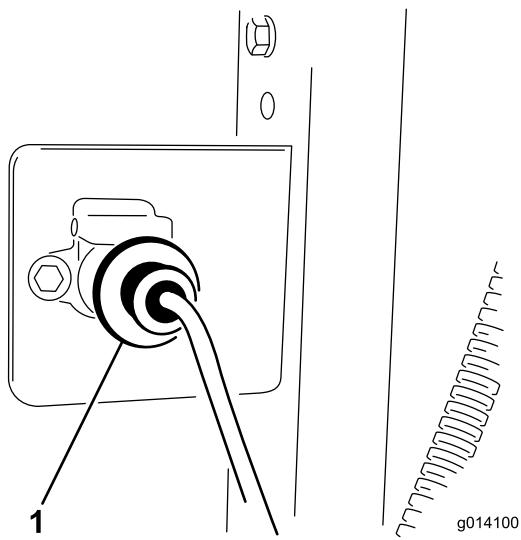

Figura 10
- Montate il supporto della presa sulla parte posteriore del veicolo trainante con (2) dadi e viti da 5/16 x 1 poll.
- Fissate la presa di cablaggio alla staffa con (2) dadi e viti da 1/4 x 1 poll. (Figura 10).
- Collegate il cablaggio della macchina al cablaggio del veicolo trainante (Figura 10). Il terminale è situato tra i flessibili idraulici fissati al veicolo trainante.